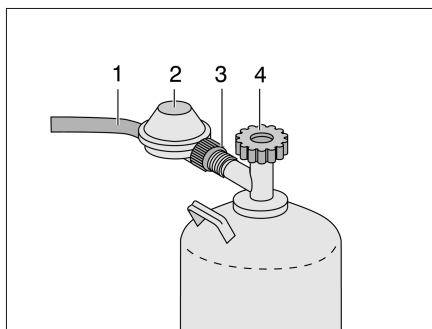

Bild 241 Anslutning gasflaska
- Stäng huvudavstängningsventilen (Bild 241,4) på gasflaskan. Beakta pilriktningen.
- Håll fast gstryckregulatorn (Bild 241,2) och lossa muttern (Bild 241,3) (vänstergänga).
- Tag bort gstryckregulatorn med gasslangen (Bild 241,1) från gasflaskan.
- Sätt gstryckregulatorn (Bild 241,2) med gasslangen (Bild 241,1) mot gasflaskan och dra åt muttern (Bild 241,3) för hand (vänstergänga).